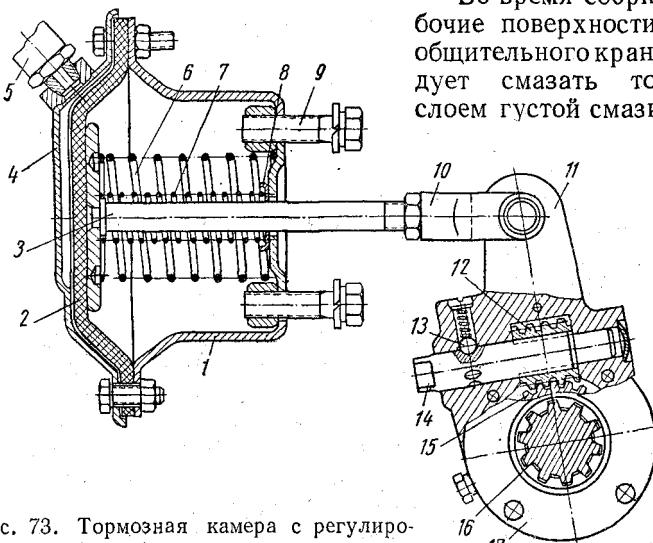

Рис. 73. Тормозная камера с регулировочным рычагом:
**Тормозные камеры.** Тормозные камеры штоками связаны с регулировочными рычагами (рис. 73) и приводят в действие тормоза колес.